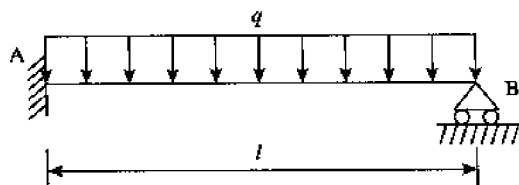

图 10-40
1. 静不定梁 AB 受力如图 10-40 所示。试用力法求约束反力偶 M_A 。梁的抗弯刚度 EI 已知。